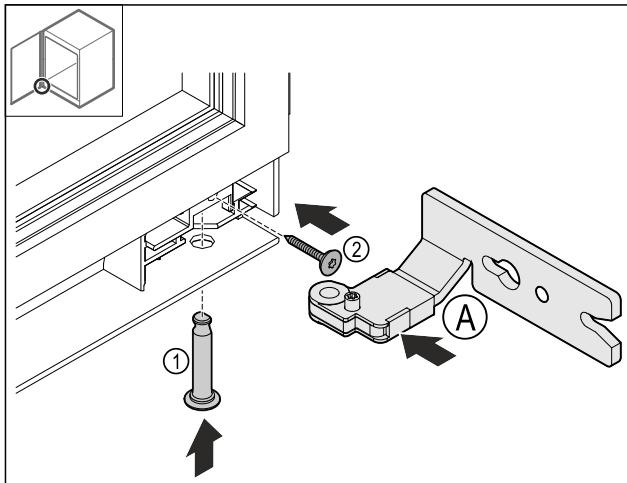

Fig. 28
- ▶ Unteres Scharnier Fig. 28 (A) einsetzen.
- ▶ Bolzen Fig. 28 (1) einstecken und festhalten.
- ▶ Schraube Fig. 28 (2) festdrehen.